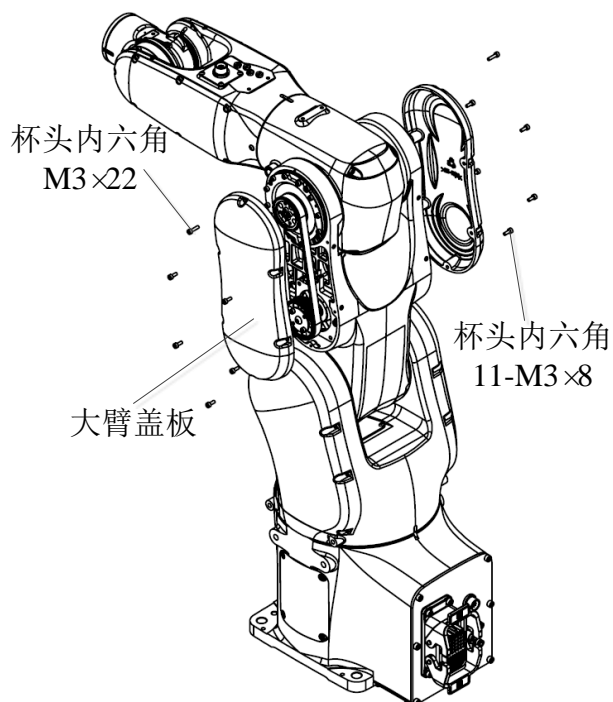

图 4.3 J3 关节维护拆卸示意图
需要对 J3 关节进行维护时，参考图 4.3 进行拆卸。完成维护后，螺丝重新点胶并拧紧，拧紧力为 0.8NM。
- (1) 确认机器人控制柜处于关闭状态。
- (2) 参照 4.2 节中的图 4.3 “J3 关节维护示意图”，将机器人按图示姿势摆放，并拆下相应盖板。
- (3) 观察同步带是否出现表 4.3 中的异常现象，若出现表中异常，则按照下述“J3 关节同步带的更换”，进行同步带进行更换。
- (4) 按照下述“J3 关节同步带的调整”，进行同步带张力调整。